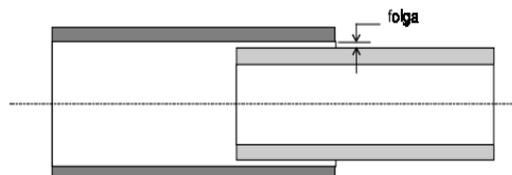

Figura 6 : ilustração da folga de brasagem.
- Folga: distancia que separa os materiais a serem unidos, conforme mostrado na figura 6. Esta folga no processo de brasagem de trocadores de calor, não deve ser $> 0,15$ mm.